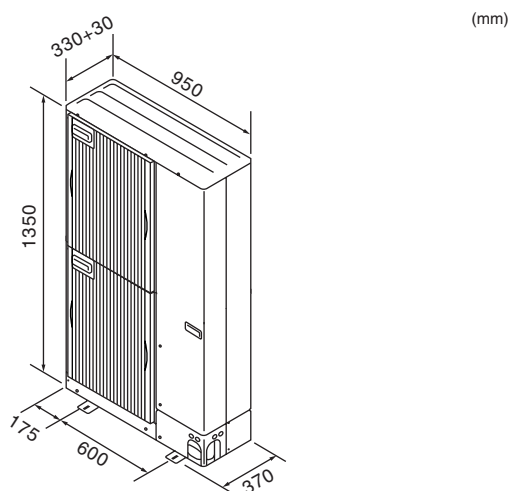

Fig. 2-1
2.3. Dimensioni (Sezione esterna) (Fig. 2-1)